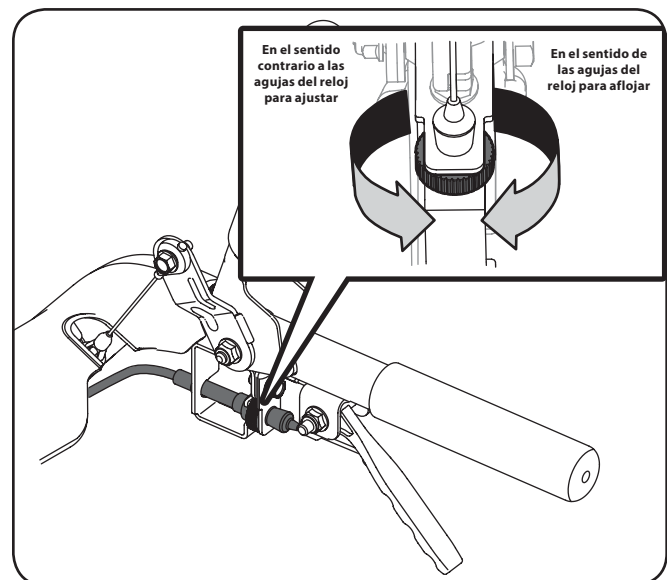

Figura 6-9
1. Ubique la rueda accionada por el pulgar en el cable de transmisión justo encima de la manija de activación de la base de potencia, consulte la Figura 6-9.